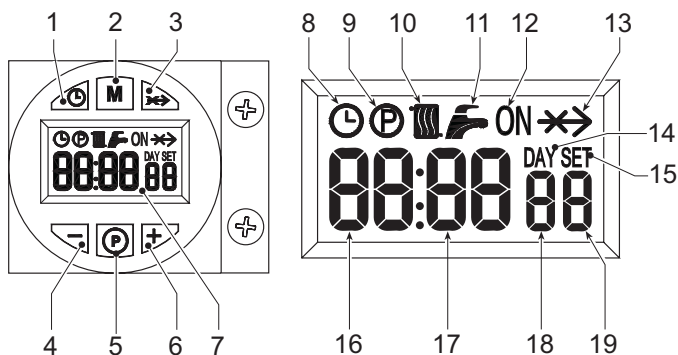

fig. 1 - Pannello comandi
La richiesta d'accensione (generata alla chiusura del contatto sui morsetti 7-8 (vedi fig. 17), in condizioni di default setting) è indicata dall'attivazione del simbolo radiatore (part. 10 - fig. 1).
1. Premere il pulsante impostazione giorno/ora (part. 1 - fig. 1).
2. Sul display (part. 7 - fig. 1), le icone OROLOGIO e DAY lampeggiano: impostare il giorno corrente della settimana attraverso i tasti + e - (part. 4 e 6 - fig. 1), considerando che 1=Lunedì, 7=domenica. Confermare il giorno attraverso la pressione del pulsante impostazione giorno/ora (part. 1 - fig. 1).
3. Sul display (part. 7 - fig. 1), le due cifre dell'ORA ATTUALE e l'icona OROLOGIO lampeggiano: impostare l'ora esatta attraverso i tasti + e - (part. 4 e 6 - fig. 1), da 00 a 23. Confermare l'ora attraverso la pressione del pulsante impostazione giorno/ora (part. 1 - fig. 1).
4. Sul display (part. 7 - fig. 1), le due cifre dei MINUTI ATTUALI e l'icona OROLOGIO lampeggiano: impostare i minuti esatti attraverso i tasti + e - (part. 4 e 6 - fig. 1), da 00 a 59. Confermare i minuti attraverso la pressione del pulsante impostazione giorno/ora (part. 1 - fig. 1). Funzionamento Riscaldamento Automatico, Manuale On, Manuale Off
Premendo il pulsante selezione modalità funzionamento (part. 2 - fig. 1) è possibile impostare il:
1. In Funzionamento Automatico, sul display (part. 7 - fig. 1), è visualizzata l'icona OROLOGIO. La richiesta d'attivazione e di disattivazione del bruciatore dipende dal programma settimanale impostato. Nella fascia oraria di richiesta, sul display (part. 7 - fig. 1), è visualizzata anche l'icona ON.
2. In Funzionamento Manuale On, sul display (part. 7 - fig. 1), è visualizzata solo l'icona ON. Il bruciatore risulta sempre in richiesta.
3. In Funzionamento Manuale Off, sul display (part. 7 - fig. 1), non è visualizzata né l'icona ON, né l'icona OROLOGIO. Il bruciatore risulta spento.
Il programma settimanale è pre-impostato con 3 fasce orarie di ON e 3 fasce orarie di OFF: uguali per ogni giorno della settimana. Nella fascia oraria di richiesta, sul display (part. 7 - fig. 1), è visualizzata l'icona ON.
1. Premere il pulsante Programmazione "P" (part. 5 - fig. 1)
2. Selezionare il giorno da programmare attraverso i tasti + e - (part. 4 e 6 - fig. 1):
3. Premere il pulsante Programmazione "P" (part. 5 - fig. 1):
- Utilizzare i tasti + e - (part. 4 e 6 fig. 1) per modificare l'inizio della 1st fascia oraria di ON; esempio 06:00Premere il pulsante Programmazione "P" (part. 5 - fig. 1)
- Utilizzare i tasti + e - (part. 4 e 6 fig. 1) per modificare l'inizio della 1st fascia oraria di OFF; esempio 09:00Premere il pulsante Programmazione "P" (part. 5 - fig. 1)
- Utilizzare i tasti + e - (part. 4 e 6 fig. 1) per modificare l'inizio della 2st fascia oraria di ON; esempio 12:30Premere il pulsante Programmazione "P" (part. 5 - fig. 1)
- Utilizzare i tasti + e - (part. 4 e 6 fig. 1) per modificare l'inizio della 2st fascia oraria di OFF; esempio 14:00Premere il pulsante Programmazione "P" (part. 5 - fig. 1)
- Utilizzare i tasti + e - (part. 4 e 6 fig. 1) per modificare l'inizio della 3st fascia oraria di ON; esempio 16:00Premere il pulsante Programmazione "P" (part. 5 - fig. 1)
- Utilizzare i tasti + e - (part. 4 e 6 fig. 1) per modificare l'inizio della 3st fascia oraria di OFF; esempio 23:30Premere il pulsante Programmazione "P" (part. 5 - fig. 1)
11. Premere il pulsante Programmazione "P" (part. 5 - fig. 1) per 3 secondi, si esce dalla modalità programmazione.
L'accesso al menù parametri avviene premendo il pulsante programmazione "M" (part. 2 - fig. 1) per 5 secondi. Viene visualizzato il parametro "u01": identificato dalla scritta SET 01. Premendo il pulsante "P" (part. 5 - fig. 1) sarà possibile scorrere la lista dei parametri.
Per modificare il valore di un parametro basterà premere i tasti + e - (part. 4 e 6 - fig. 1): la modifica verrà salvata automaticamente. Una volta modificato il parametro, è necessario attendere 3 secondi: il dato lampeggia e viene salvato.
Per uscire dal menù, premere il pulsante "selezione modalità funzionamento - M" (Part. 2 - fig. 1) per 5 secondi.
L'accesso al menù parametri avviene premendo il pulsante programmazione "P" (part. 5 - fig. 1) per 10 secondi. Viene visualizzato il parametro "t01": identificato dalla scritta SET 01. Premendo il pulsante "P" (part. 5 - fig. 1) sarà possibile scorrere la lista dei parametri.